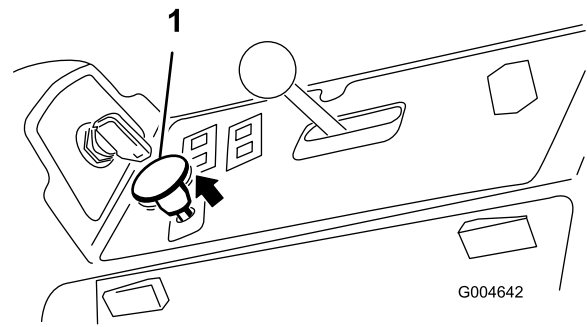

Bild 23
3. Ziehen Sie den ZWA-Schalter heraus, um ihn zu aktivieren (Bild 23).